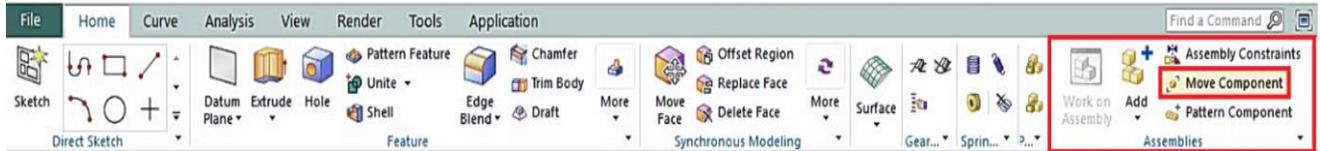
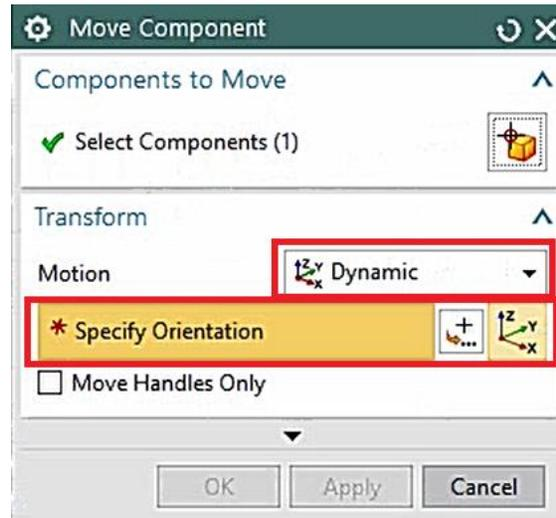

Figura 1.4 Mover pieza.
Figura 1.5 Menú *Move Component*.
- En la sección de **Assemblies**, seleccionar **Move Component** (Figura 1.4). Dar click en la pieza **lamina.prt**. En la sección de **Transform**, elegir **Motion** → **Dynamic** y dar click en **Specify Orientation** (Figura 1.5).